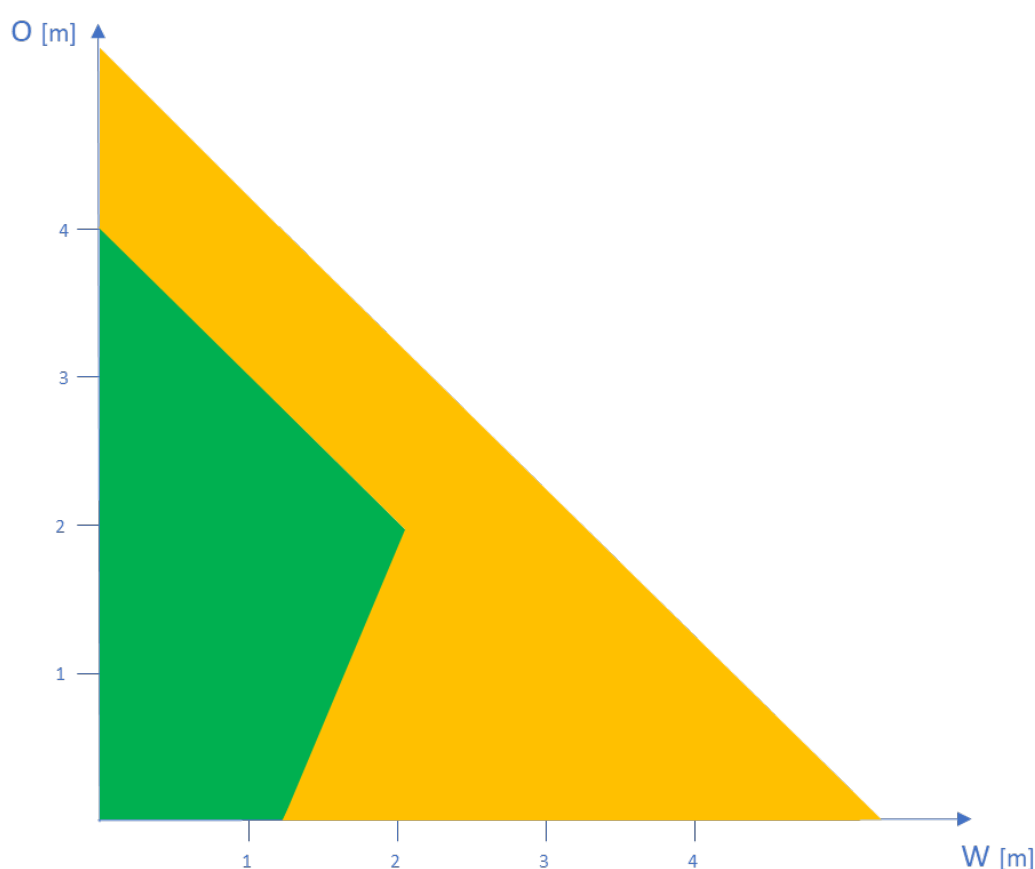

Figure 6 : précision en fonction du déport (O) et de la largeur de la piste cyclable (W) pour une hauteur d'installation (H) de 2 m
Plus le radar est installé haut, plus l'angle vertical du radar est grand pour détecter les cyclistes et donc plus la distance de détection (D) est petite. La Figure 6 montre en vert les combinaisons possibles de déport et de largeur de piste cyclable pour une hauteur d'installation de 2 m pour un haut degré de précision (97% ou plus). La zone orange montre les combinaisons de déport et de largeur pour lesquelles la précision de détection tombera en dessous de 97%.
En supposant que la hauteur minimale de la selle est de 1 m et que la hauteur minimale de la tête des cyclistes est de 1,6 m, pour une hauteur d'installation de 2 m la largeur maximale W de la piste cyclable avec décalage zéro est de 1,25 m comme illustré à la Figure 6.